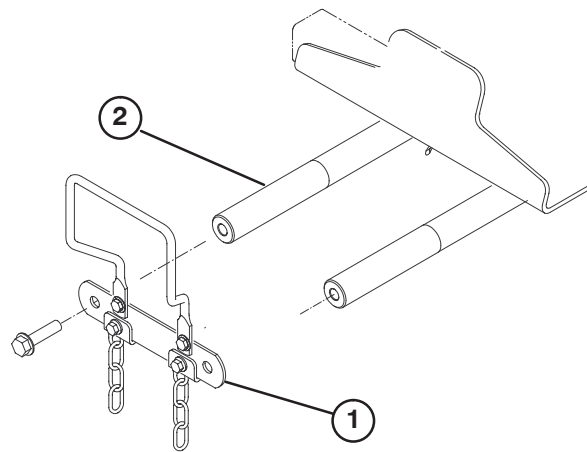

Figure 8
1. Retirez les (2) vis de fixation de la biellette d'axes de pivot aux axes de pivot des bras de levage. Déposez la biellette et les vis et mettez-les de côté (Fig.8).